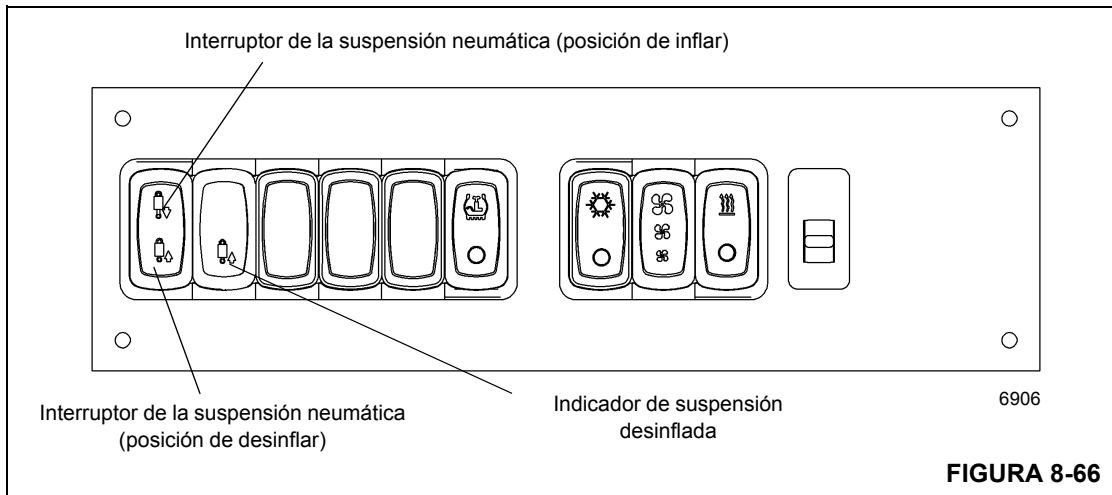

FIGURA 8-66
2. Empuje el interruptor de la suspensión neumática (Figura 8-66) en la cabina del vehículo a la posición de desinflar para desinflar las bolsas de aire de la suspensión. La luz indicadora ámbar de suspensión desinflada se debe iluminar cuando la presión de todas las bolsas de aire se reduzca a menos de 0.28 ± 0.14 bar (4 ± 2 psi).